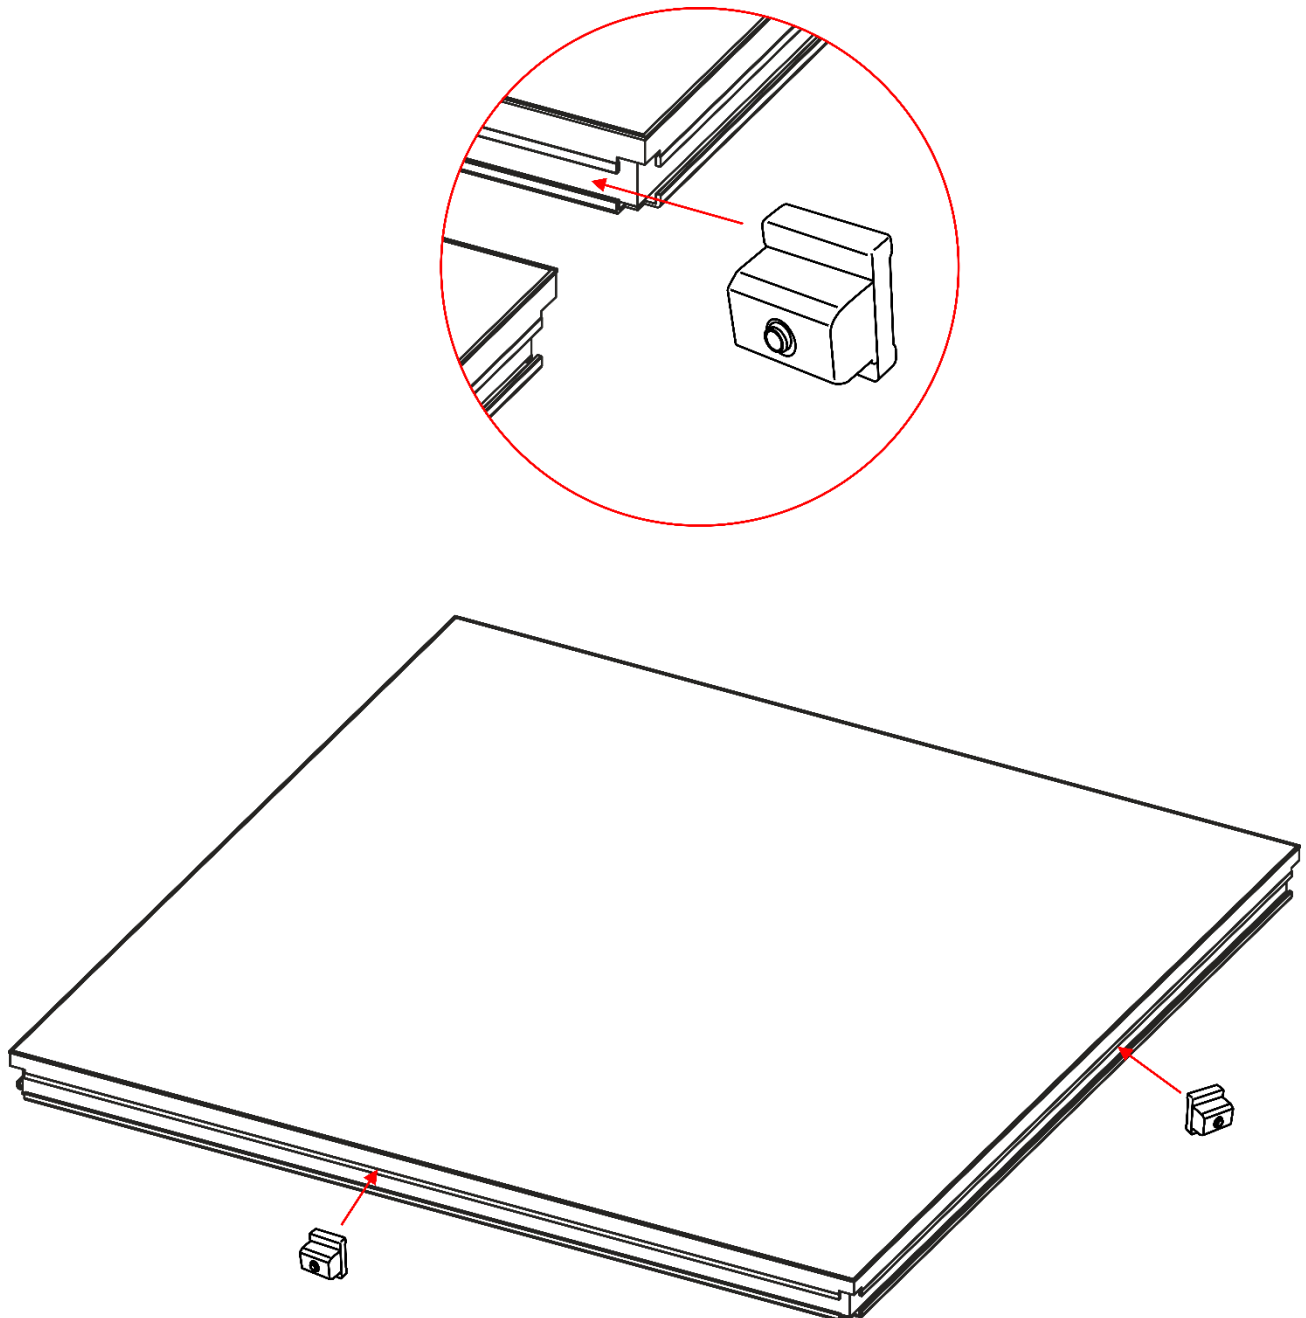

Abb. 04
- 02) Nivellieren Sie die Sets mit dem Mammoth Stage Self-leveling Insert. Schieben Sie ihn zwischen die beiden Module in die Mitte des Profils (siehe Abb. 04).